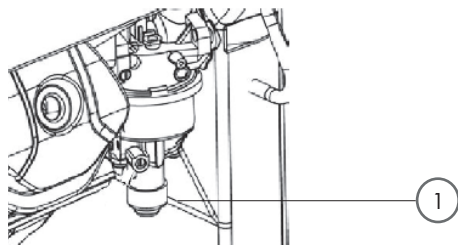

Рис. 15
2. Снять крышку топливного бака и сливную пробку (1) (рис. 15) с бака карбюратора и слить топливо в подходящую ёмкость.